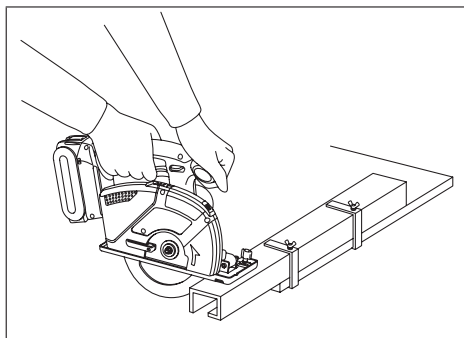
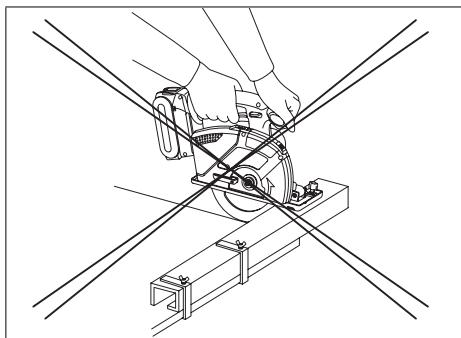

Fig. 17
Fig. 18
1. Anbring det brede stykke af skærepladen på den del af arbejdsstykket, der er solidt understøttet (se Fig. 17), aldrig på det stykke, der falder af, når afskæringen er færdig (se Fig. 18). Hold fast i maskinen for ikke at miste kontrollen over den. Skødesløs betjening kan medføre alvorlige personskader.